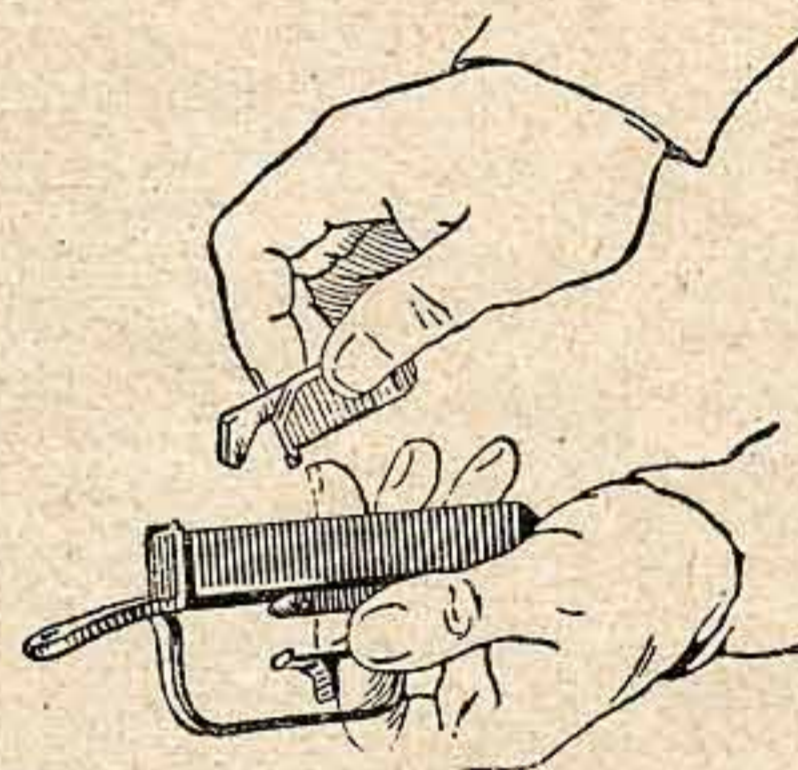

Рис. 47. Как отделить разобщитель с основанием и гнетком от спусковой коробки
4. Удерживая левой рукой в обхват спусковую коробку (закруглённым концом шпильки гнетка переводчика вверх) и придерживая переводчик, выколоткой нажать на головку гнетка переводчика так, чтобы шпилька выскочила из отверстия гнетка, затем отделить переводчик и разобщитель с его основанием и гнетком от спусковой коробки (рис. 47).